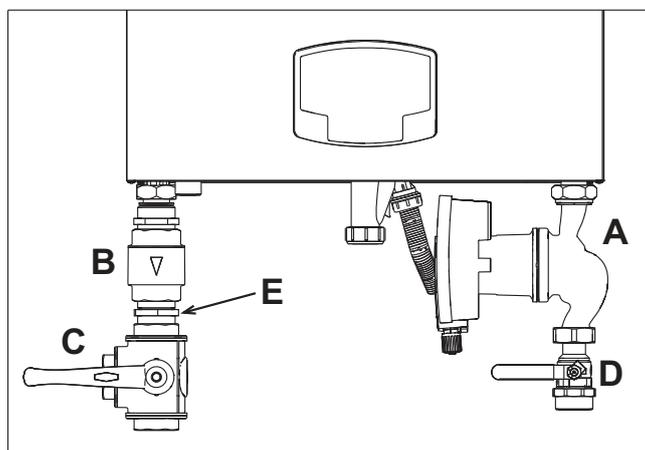

рис. 35- Котел с установленными комплектами
код 042070X0 - КОМПЛЕКТ ВЫСОКОПРОИЗВОДИТЕЛЬНОГО ЦИРКУЛЯЦИОННОГО НАСОСА - 7 м (А - рис. 35)
код 042071X0 - КОМПЛЕКТ ВЫСОКОПРОИЗВОДИТЕЛЬНОГО ЦИРКУЛЯЦИОННОГО НАСОСА - 10 м (А - рис. 35)
- 1 НЕВОЗВРАТНЫЙ КЛАПАН - Гнездовое 1"1/2 (В - рис. 35)
- 2 3-ХОДОВОЙ ВЕНТИЛЬ - Гнездовое 1"1/2 (С - рис. 35)
- 3 ВЕНТИЛЬ Штыревое/гнездовое 1"1/2 (D - рис. 35)
- 4 СОЕДИНИТЕЛЬНЫЙ ПАТРУБОК 1"1/2 (Е - рис. 35)